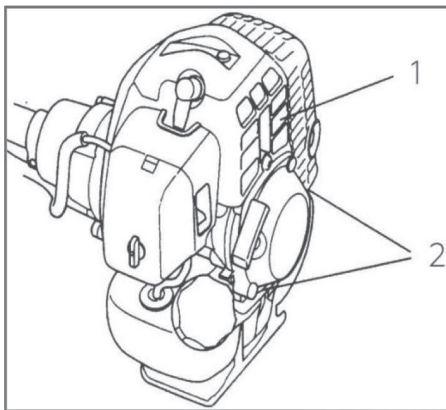

Рис. 21
Вентиляционные отверстия на корпусе двигателя, а также ребра охлаждения цилиндра во время работы могут забиваться. Это может привести к перегреву двигателя. Поэтому периодически прочищайте ребра охлаждения (1) вентиляционные отверстия (2) кисточкой или сжатым воздухом (рис. 21).